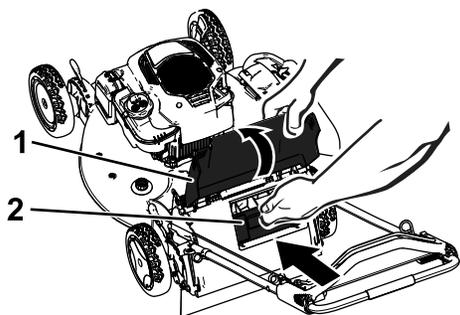

Рисунок 28
**Внимание:** Убедитесь, что задняя заглушка зафиксирована на месте. Чтобы зафиксировать заглушку, поднимите заднюю дверцу (Рисунок 28), нажмите на заглушку с достаточным усилием, чтобы она защелкнулась на месте позади выступов, затем поверните рычаг на заглушке влево (Рисунок 27).